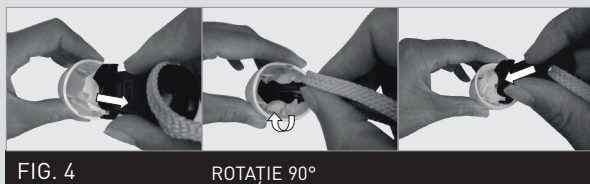

FIG. 4
4. Puneți la loc clapeta în camera Ergolift™ urmând aceiași pași în ordine inversă **(Fig. 4)**